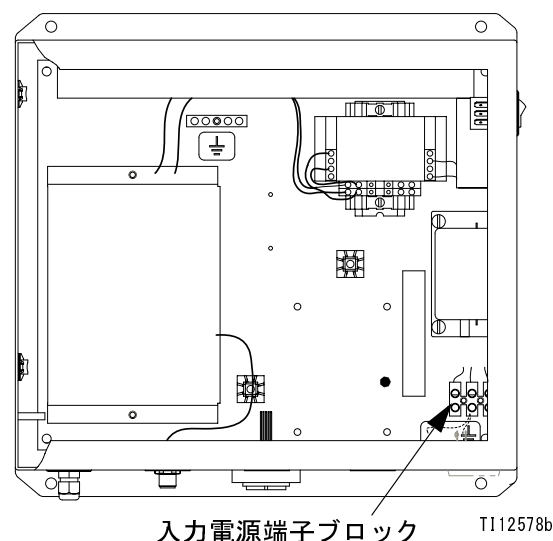

図 12. 主電源接続
- EasyKey 内部の L1、N、及び接地配線の接続に関しては、30 ページの図 12 とシステムの電気回路図を参照してください。